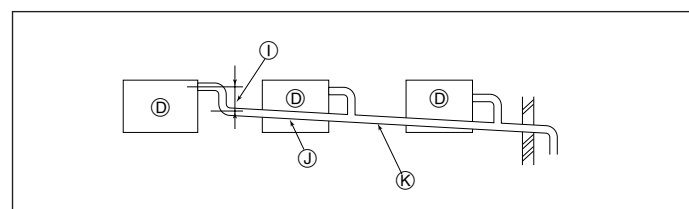

Fig. 5-3
5.3. Tuberías agrupadas (Fig. 5-3)